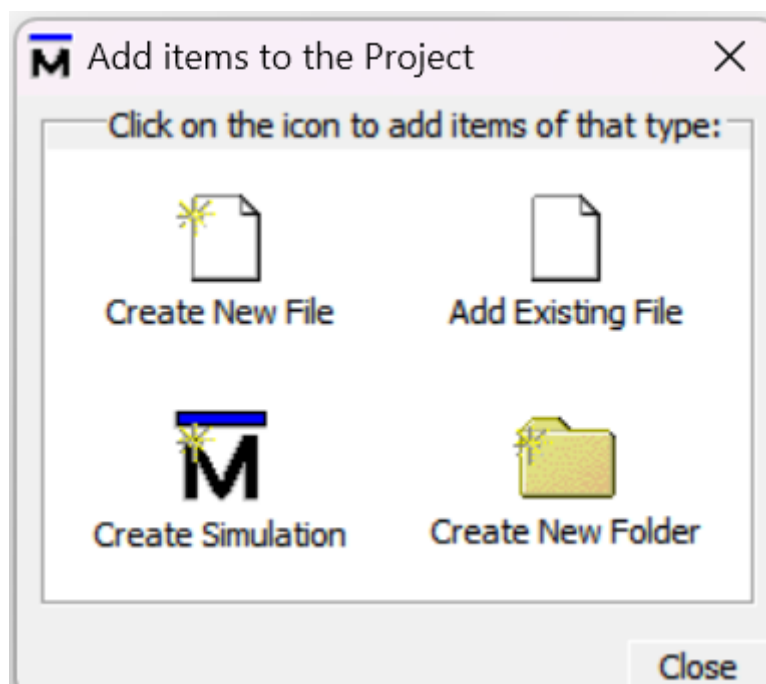

图 19 进行添加源文件和仿真文件
- ④ 选择 Add Existing File 进行添加写好的源文件和仿真文件。如图 19 所示。